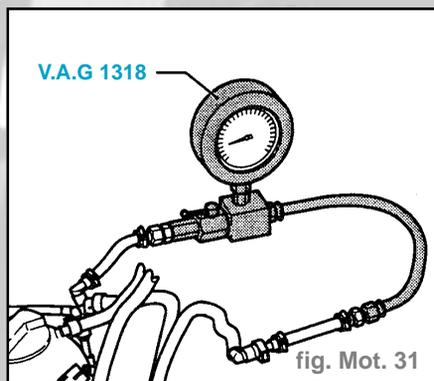

fig. Mot. 31
- Raccorder le dispositif manométrique **V.A.G. 1318** à la conduite d'amenée, à l'aide des adaptateurs **1318/8**, **1318/9** et **1318/17** (fig. mot. 31).